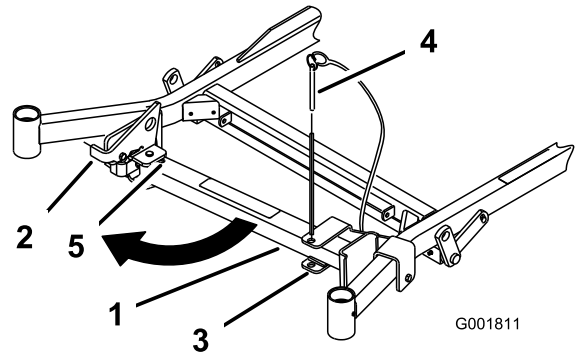
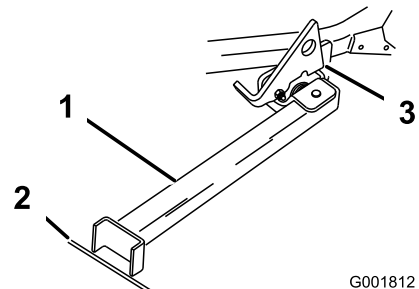

Figura 45
Figura 46
2. Togliete il perno dalla staffa (Figura 45).
4. Portate il piede del supporto sul davanti e spostatelo verso la macchina, nell'intaglio inferiore (Figura 45 e Figura 46).
5. Mettete a terra il piede del supporto e appoggiate il dispositivo di chiusura sull'aletta orientabile (Figura 46).
Nota: Per ottenere risultati ottimali, appoggiate il piede del supporto nelle fessure del marciapiede o nel tappeto erboso (Figura 46).
7. Guidate la macchina sul supporto. Fermatevi quando il dispositivo di chiusura cade sull'aletta e si chiude (Figura 46).
5. Riportate il supporto in posizione di riposo (Figura 45).